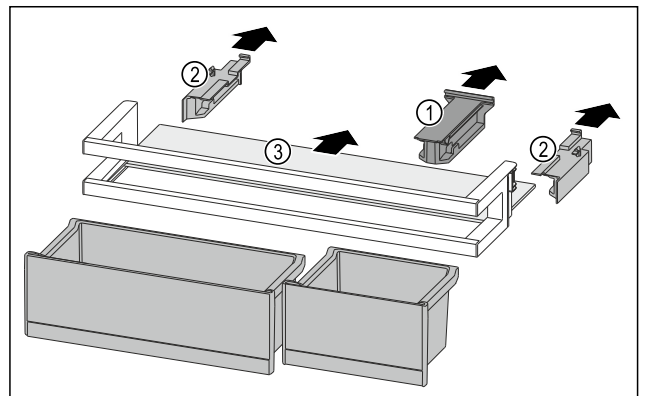

Fig. 92
- ▶ Retirer la pièce de retenue Fig. 92 (1).
- ▶ Retirer les parties latérales Fig. 92 (2).
- ▶ Retirer la tablette de rangement Fig. 92 (3).